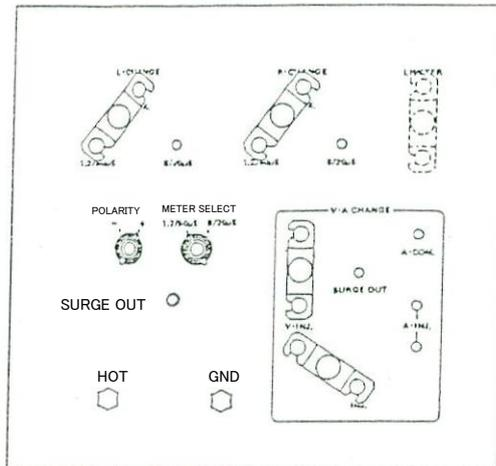

図 13
2. 出力波形切替部を図 13 のように設定します。POLARITY 切替ツマミ⑫で出力サージの極性を選択し、METER SELECT ツマミ⑬は $1.2/50 \mu s$ に設定します。